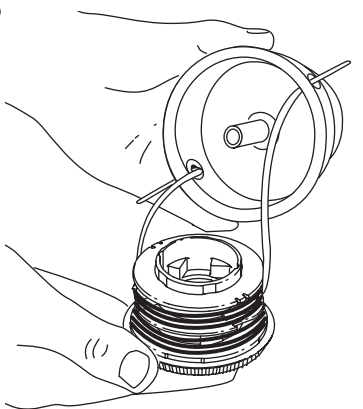

Fig. 24
3. Inserte los extremos de la línea de corte del nuevo carrete interior dentro de los ojalillos de la bobina exterior (Fig. 24). Coloque el nuevo carrete interior con la flecha hacia arriba dentro de la bobina exterior.
3. Saque el carrete interior con la línea existente de la bobina exterior (Fig. 24).